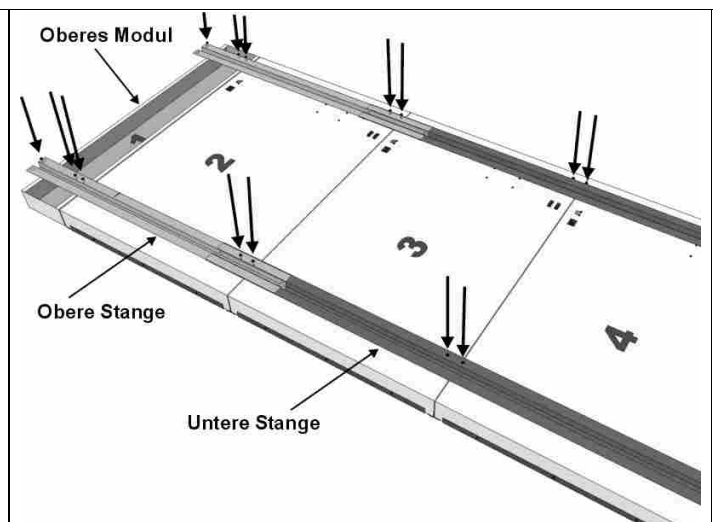

Abb. 8: Verbindung Module und Bügel
3. Die Module mit der Vorderseite zum Fußboden gerichtet und entsprechend der auf Rückseite aufgeführten Nummerierung anordnen (Abb. 8), um die gewünschte Anzeigetafel zu bilden (siehe die verschiedenen Modelle im Kapitel 1). Dann die beiden Bügel auf den Modulen positionieren, wobei darauf zu achten ist, dass die Befestigungslöcher übereinanderliegen. Danach die Bügel mit den mitgelieferten Schrauben (Abb. 8) und einem Kreuzschraubenzieher fest an den Modulen befestigen.